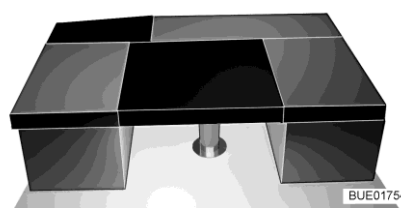

Fig. 120 Après la transformation
- Poser le coussin supplémentaire rectangulaire sur la table (entre les coussins d'assise des banquettes, voir Fig. 120).